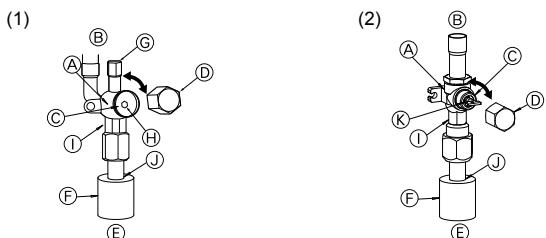

Fig. 4-6
- (1) Flüssigkeitsseite des Absperrventils (Fig. 4-6)
- ① Entfernen Sie die Kappe und drehen Sie die Ventilstange mit einem 4-mm-Sektschlüssel bis zum Anschlag gegen den Uhrzeigersinn. Hören Sie auf zu drehen, wenn der Anschlag erreicht ist.